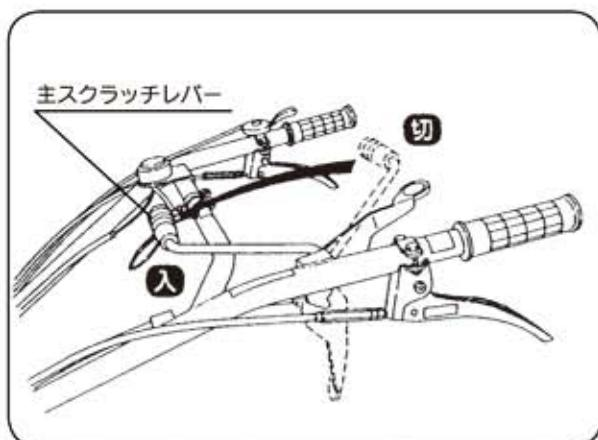

図13
③主クラッチレバーをゆっくり前方に押してください。 (図13)